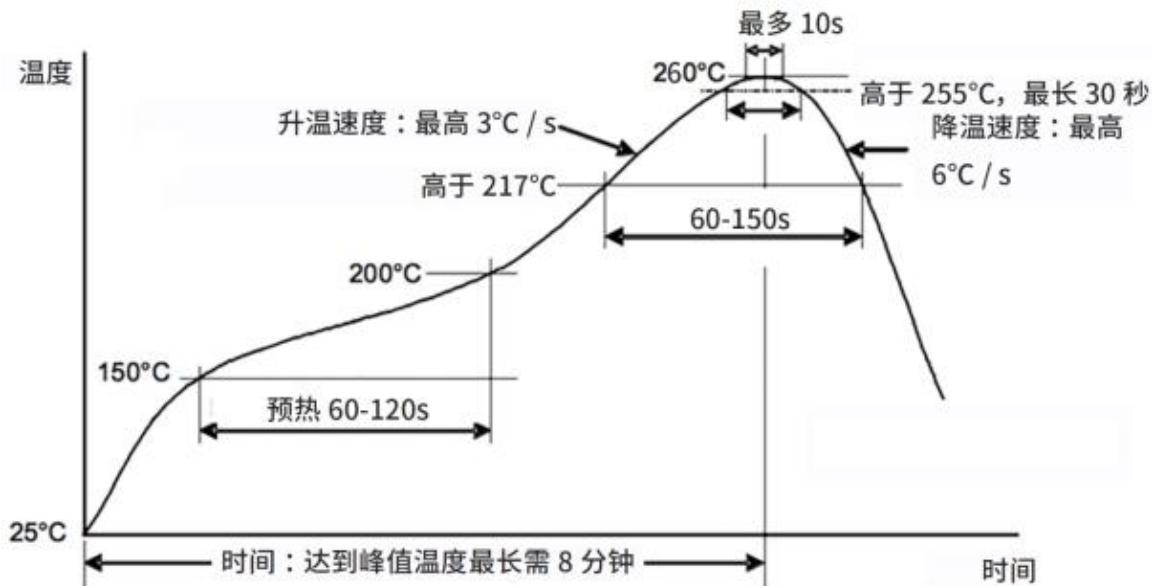

图 7. 回炉温度设置条件
(1) 手焊接
(2) 回流焊接 (SMD 端子型)
- 推荐的回流炉温度设置条件如图 7 所示。